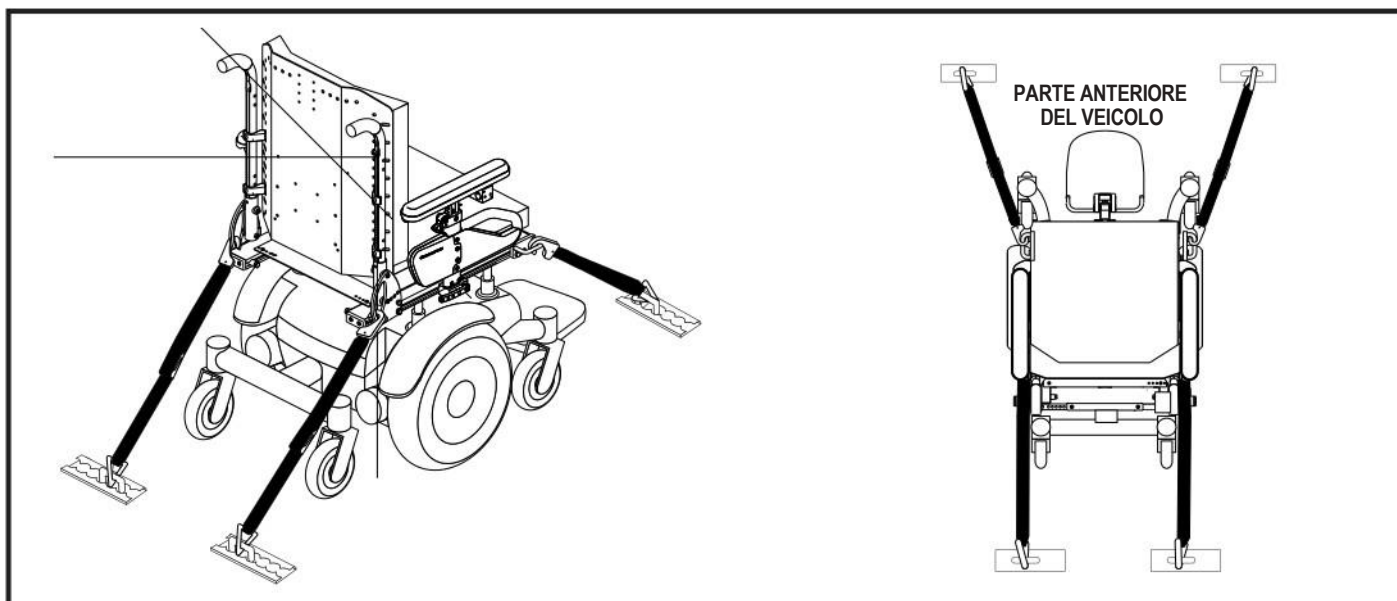

Figura 10. Punti di fissaggio del sistema senza passeggero
- Posizionare i punti di ancoraggio per le fascette posteriori dietro i punti di fissaggio posteriori della carrozzina. Le fascette di fissaggio anteriori devono ancorarsi a punti del pavimento a distanza maggiore della larghezza della carrozzina per fornire una maggiore stabilità laterale. **Vedere figura 10.**